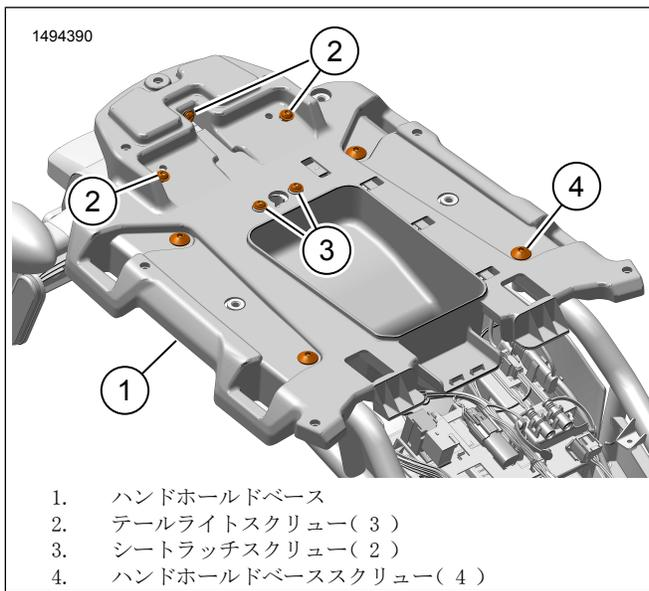

図6。ハンドホールドベースを取り付けます
- a. 図6を参照してください。シートラッチスクリュー(3)を取り付けます。締め付ける。
- a. 図6を参照してください。テールライトスクリュー(2)を取り付けます。締め付ける。
4. 図6を参照してください。ハンドホールドベース(1)を取り付けます。